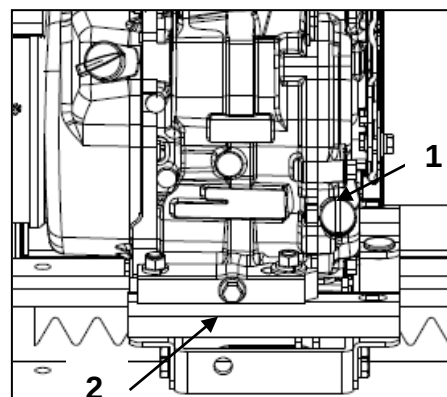

Figura 13
- Consultare il manuale del motore. Controllare il livello dell'olio con il tappo del filtro dell'olio (1, Figura 13) con motore a freddo o spento da almeno 10 minuti e posto su una superficie pianeeggiante. Svitare il tappo, pulirlo e montarlo senza avvitarlo. Verificare che il livello dell'olio rientri tra le due tacche.
Rimuovere il tappo di scarico dell' olio (2, Figura 13) in caso di sostituzione dell' olio.